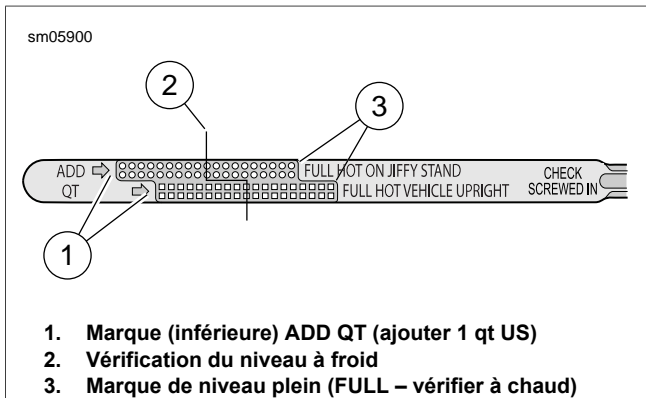

Figure 1-2. Jauge de l'huile moteur
3. Voir Figure 1-2. Retirer la jauge et vérifier le niveau d'huile. Retirer le bouchon de remplissage/la jauge et vérifier le niveau d'huile. Le niveau d'huile correct est le point médian (2) entre les repères ADD QT (ajouter 1 qt) et FULL HOT (plein à chaud) sur la jauge.
4. Voir Figure 1-2. Retirer le bouchon de remplissage/la jauge et vérifier le niveau d'huile. Le niveau d'huile doit être entre les repères ADD QT (ajouter 1 qt) et FULL HOT (plein à chaud). Si le niveau d'huile est au repère ADD QT ou au-dessous, ajouter juste assez d'huile pour amener le niveau au repère FULL HOT. Ne pas trop remplir le réservoir.